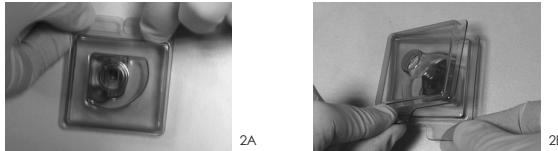

Fig.3
- 3 / While the head is in the pack, assemble the motor onto the head and rotate it clockwise. **Fig.3**
- 3 / En maintenant la tête dans le pack, assembler le moteur sur la tête et faire tourner le moteur dans le sens des aiguilles d'une montre. **Fig.3**
- 3 / Con el cabezal en el conjunto, inserte el motor dentro del cabezal y gire en el sentido de las agujas del reloj. **Fig.3**